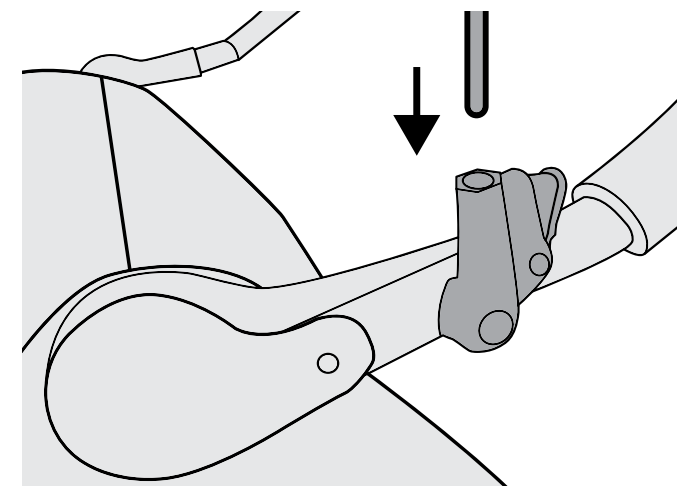

Figure 22
2. Abaissez le bouton jaune et faites glisser la tige du drapeau sur le porte-drapeau. Pour libérer la tige du drapeau, appuyez sur le bouton et soulevez la tige (Figure 22).